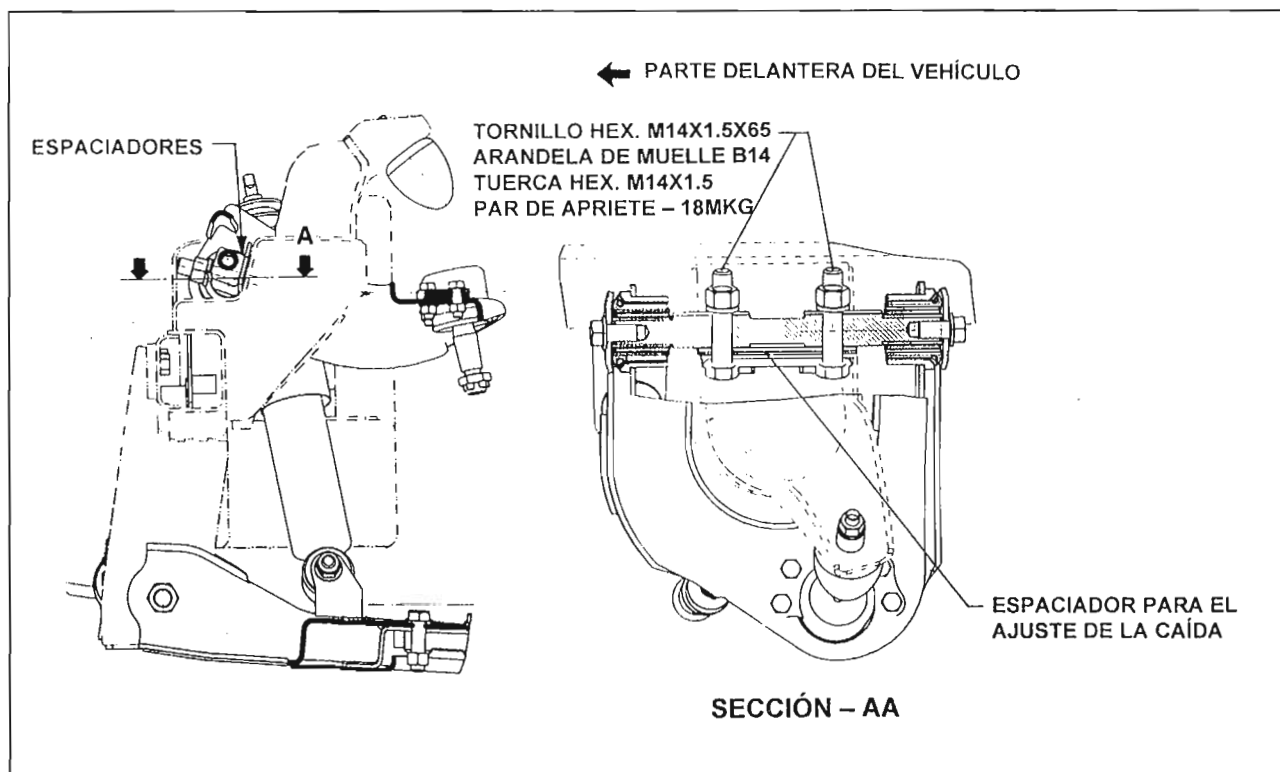

Fig.16 – Instalación de la horquilla superior en el vehículo
- Coloque el conjunto de la horquilla superior en el bastidor del chasis, introduzca los espaciadores que se retiraron anteriormente, apriete los dos tornillos que conectan el vástago de la horquilla superior al soporte en el bastidor (Fig.16).